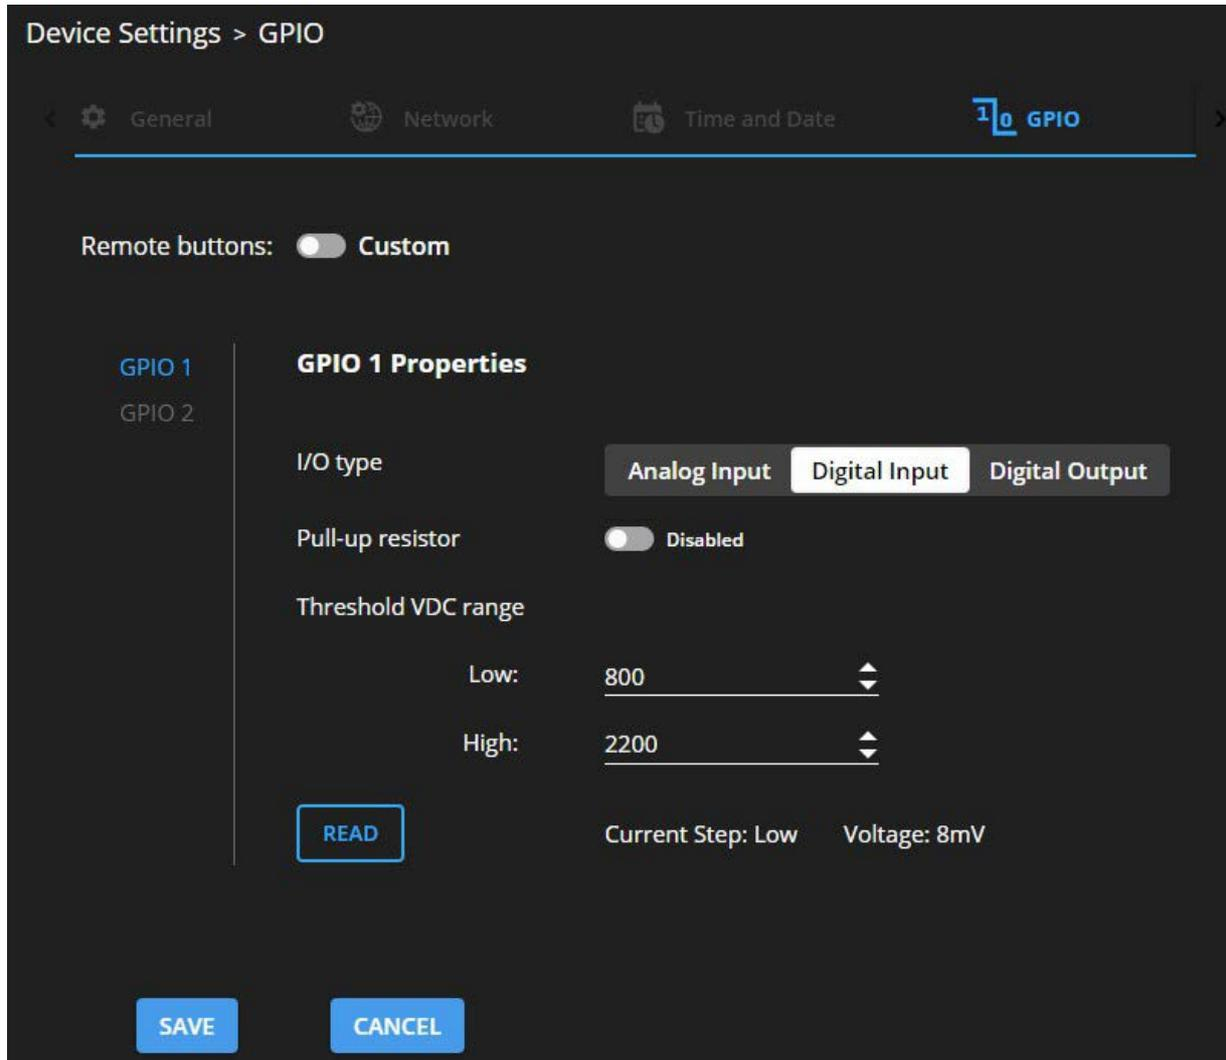

図62 : GPIO ポート 設定ページ
1. GPIOページで、I/Oタイプの横にある Digital Inputを選択します。Digital Input options が表示されます (図62)。